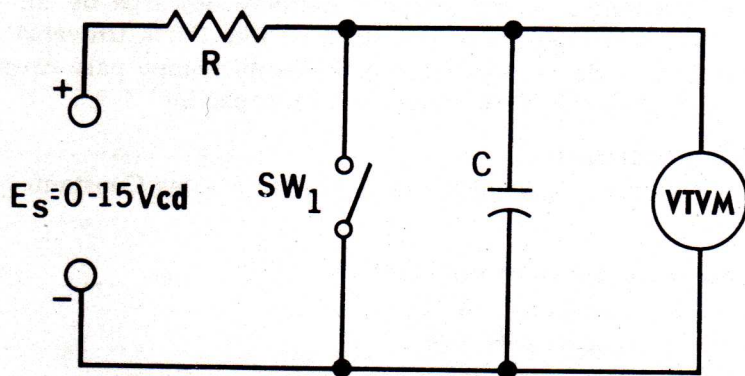

Fig. 36-1
circuito de la Fig. 36-1. El procedimiento será el siguiente: con el interruptor abierto, ajuste la fuente de energía a 15 Vcd tomando la lectura en el VTVM. Permita que transcurra el tiempo suficiente para que el capacitor llegue a su plena carga antes de hacer el ajuste final de tensión. Cierre el interruptor, que conectará al capacitor en circuito corto. Ahora, con el cronómetro, mida el tiempo requerido para que el capacitor cargue hasta 15 Vcd. Inicie el conteo de la secuencia de tiempo en el instante en que se abre el interruptor.
3. Use R_2 y C_1 para R y C del circuito de la Fig. 36-1. Siguiendo el procedimiento señalado en el experimento 2, el tiempo requerido para cargar $C = \dots \dots \dots$ seg.